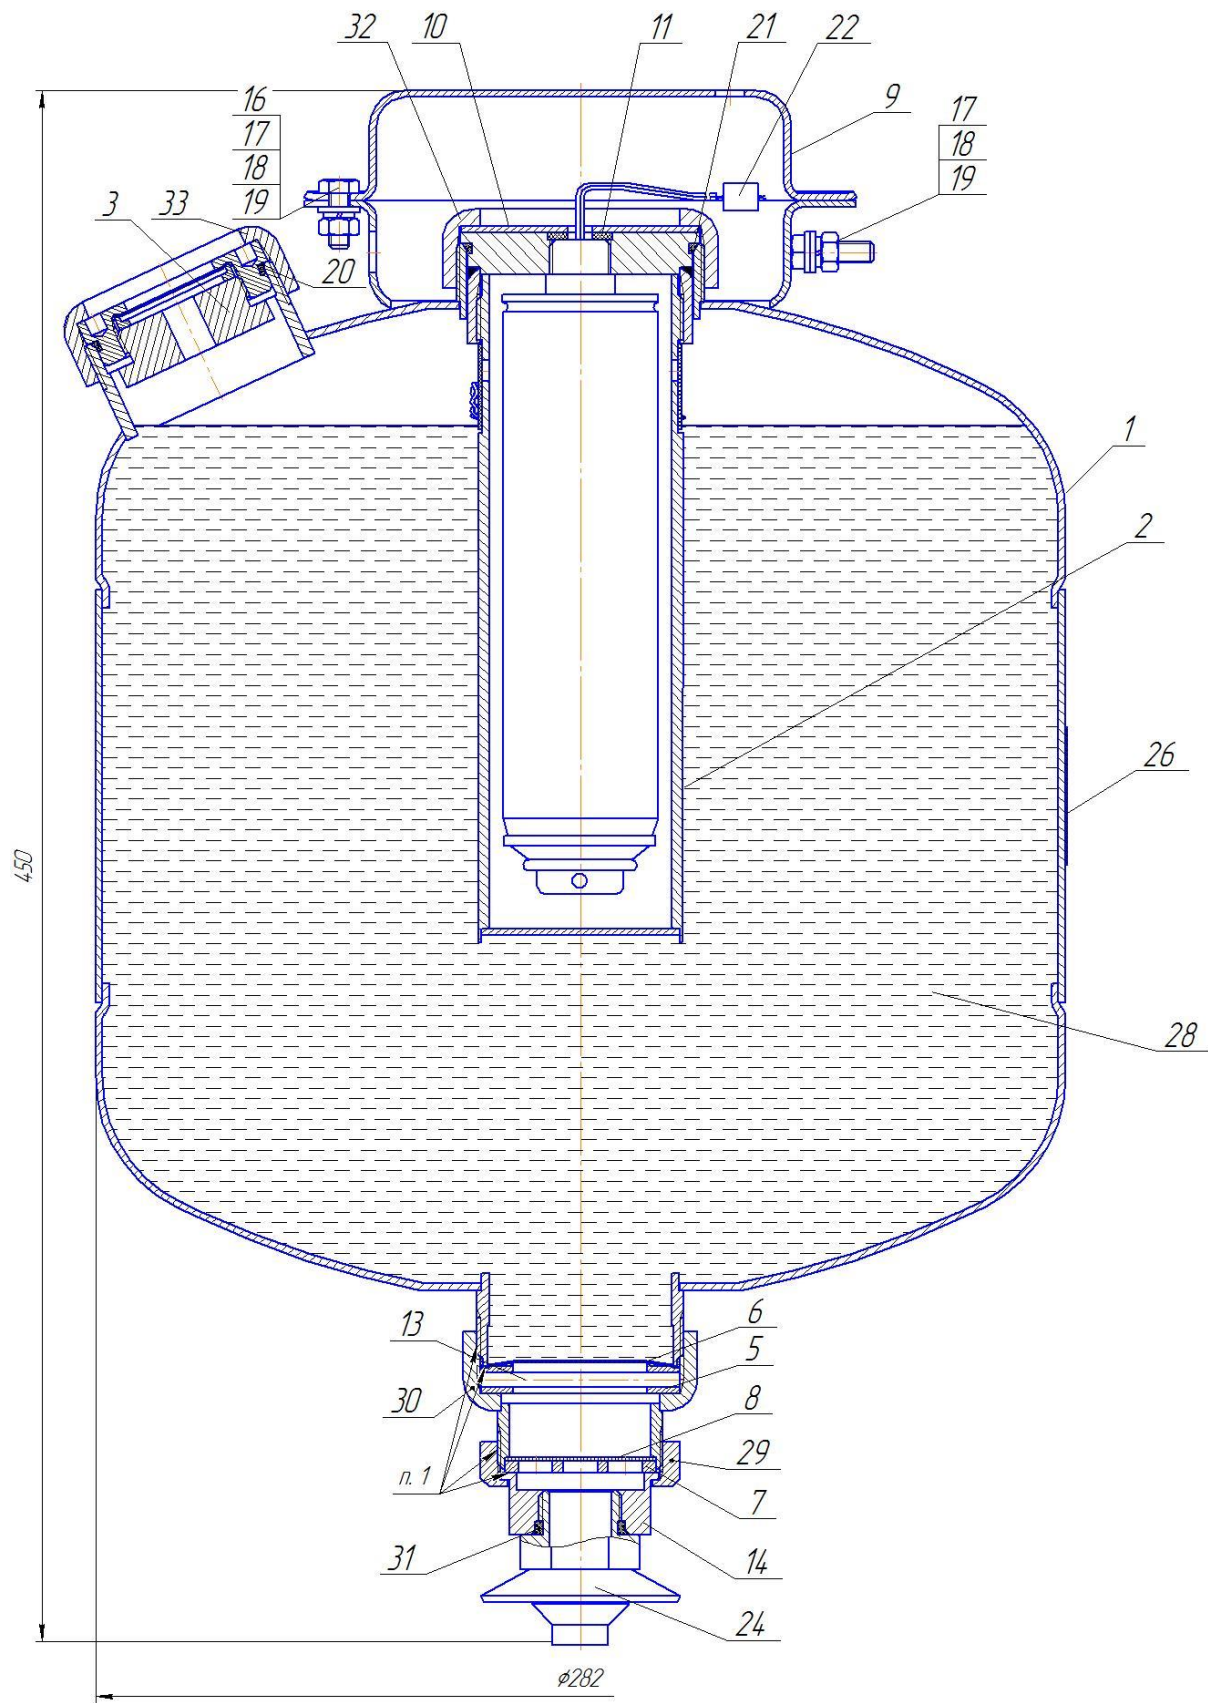

Рисунок 1
6.7.3 В отверстия на боковой поверхности шайбы 5 вставить ось 13 (см. рисунок 1 и 2) таким образом, чтобы края оси не выступали за пределы шайбы.
6.9.7 Собранный предохранительный клапан опустить в боковую горловину корпуса МУПТВ. На резьбу горловины с установленным предохранительным узлом навернуть гайку 33 (см. рисунок 1 и 2), на резьбу которой, нанесена смазка ЦИАТИМ-221 или Литол-24, или другая аналогичная смазка. Гайку закрутить «от руки» до упора.
6.11.3 Закрепить кронштейн 9 (см. рисунок 1 и 2) на потолке. Координаты отверстий в кронштейне приведены на рисунке 4.